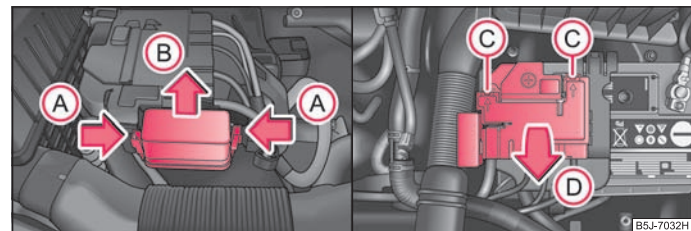

Fig. 158 Baterie: Capacul suportului de siguranțe
- Concomitent apăsați elementele de fixare ale capacului suportului de siguranțe în sensul indicat de săgeata (A) ⇒ pagina 189, fig. 158 și împingeți afară capacul, în sensul indicat de săgeata (B).
- Deblocați cu o șurubelniță plană elementele de susținere în deschiderile (C) și rabatați în sus capacul, în sensul săgeții (D).